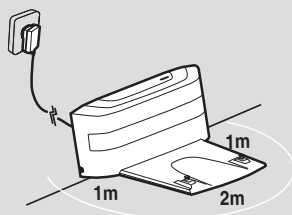

Fig. 2
Sæt netspændingsadapteren i kontakten, og tilslut til ladestationen. **[Fig. 2]**
3. Der må ikke være genstande i området omkring ladestationen i en afstande på 2 m foran og 1 m til hver side. **[Fig. 2]**